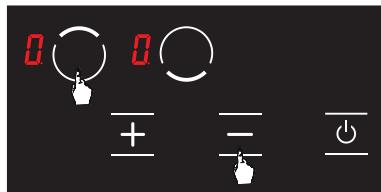

Abbildung 18
2. Berühren Sie die Auswahltaste () für die obere linke Kochplatte und die Minustaste () gleichzeitig, (siehe Abb. 18) Dabei ertönt ein kurzer Signalton. Danach werden die Finger vom Bedienfeld des Herds entfernt.